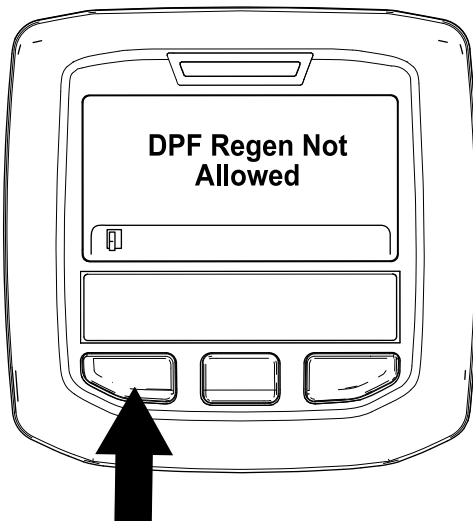

Figure 34
- Si le processus de regeneration n'est pas autorisé par l'ordinateur du moteur, le message « DPF Regen Not Allowed » (régén. FAP non autorisée) s'affiche dans l'InfoCenter (Figure 34). Appuyez sur le bouton gauche pour quitter l'écran d'accueil.